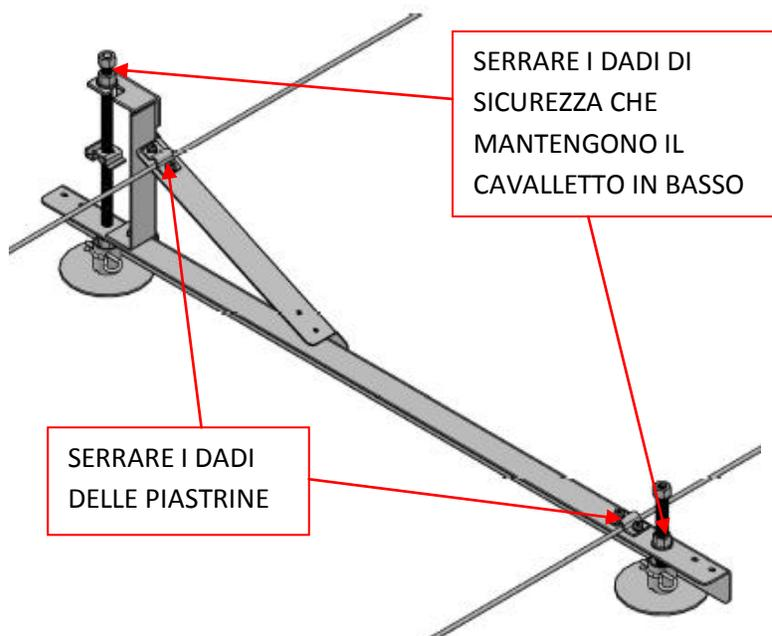

Figura 9
- ii. Serrare bene tra loro dado e contro dado;(figura 9)